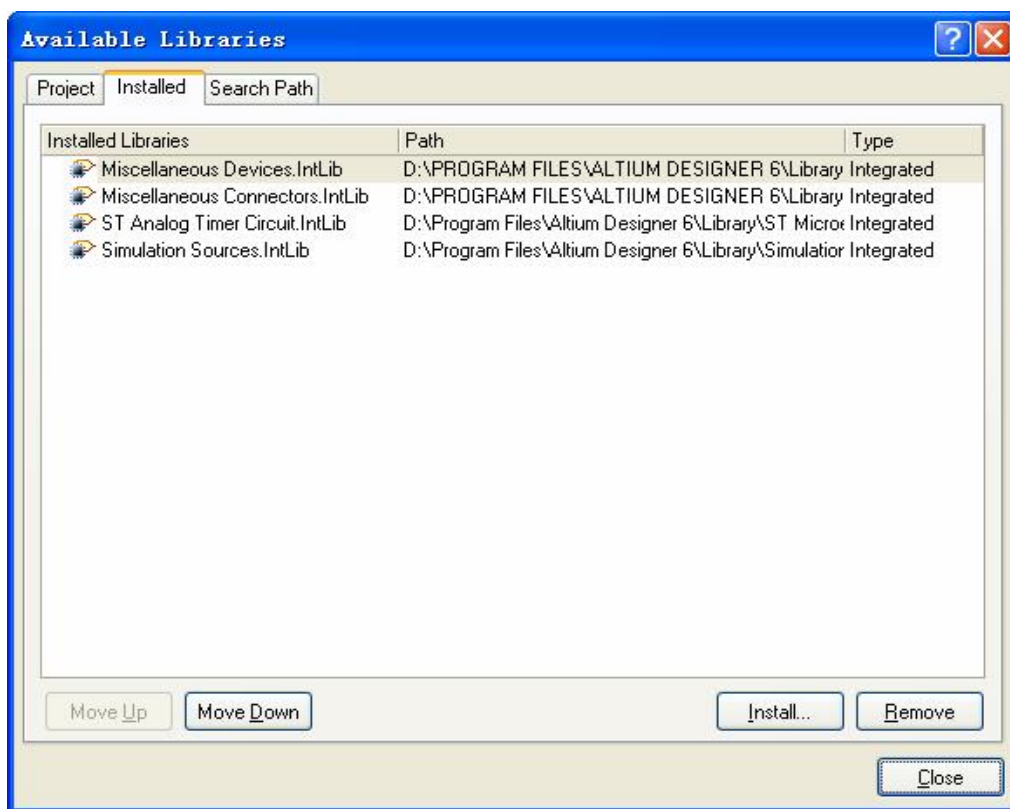

图 3—8 添加、删除组件库
(1) 在如图 3—6 所示对话框中单击 Libraries 按钮，弹出如图 3—8 所示对话框，其中 Ordered List of Installed Libraries 列表框中主要说明当前项目中安装了哪些组件库。
(2) 添加组件库。单击 Add Library 按钮，将弹出查找文件夹对话框，选择安装 Altium Designer 6.0 组件库的路径。然后根据项目需要决定安装哪些库就可以了。例如本例中安装了 Miscellaneous Device.IntLib、TI Analog Timer Circuit.IntLib 等。在当前组件库列表中选中一个库文件，单击 MOVE UP 按钮可以使该库在列表中的位置上以一位，MOVE DOWN 相反。组件库在列表中的位置影响了组件的搜索速度，通常是将常用组件库放在较高位置，以便对其先进行搜索。